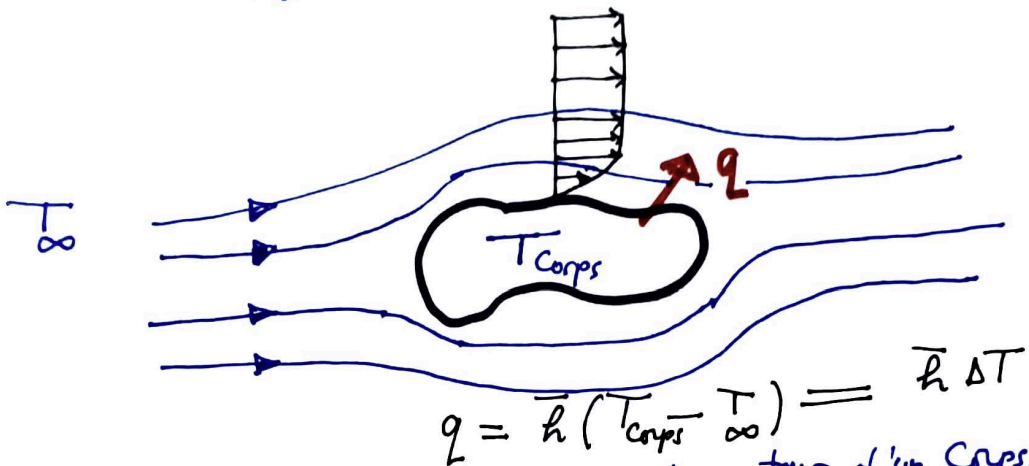

Fig. 1.21: Ecoulement autour d'un Corps.
- Le taux de transfert de chaleur dépend fortement de la vitesse du fluide (Fig. 1.21).